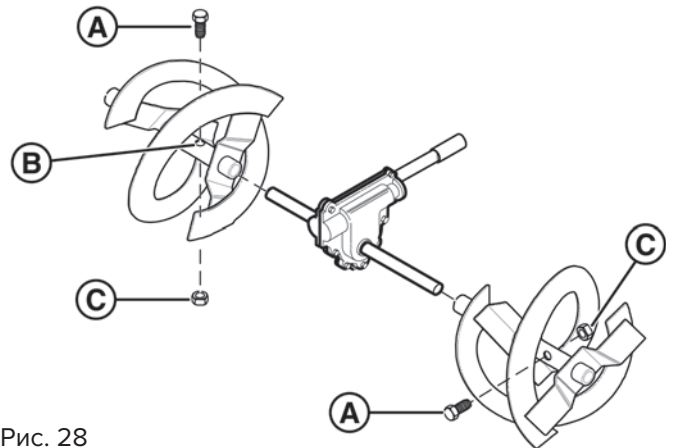

Рис. 28
4. Выровняйте отверстия для болтов. Вставьте новые срезные болты (А, Рис. 28) через вал шнека (В). Вставьте защелки (С) в отверстия срезных болтов.